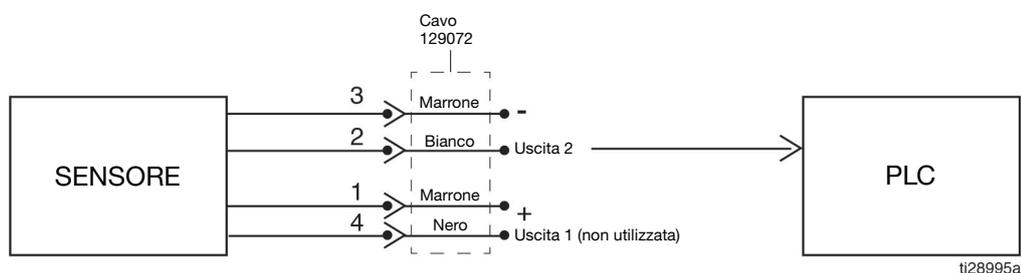

FIG. 13
**NOTA:** L'articolo Graco GLC2200 (codice 24N468, solo Serie F o successiva) può essere utilizzato per far funzionare la pompa e monitorare il basso livello. Per informazioni sul cablaggio del sensore si livello basso in sistemi controllati con un GLC2200, fare riferimento a FIG. 13. Sono necessari un cavo sensore basso livello (codice 129072) e un cablaggio GLC2200 (codice 24P314).